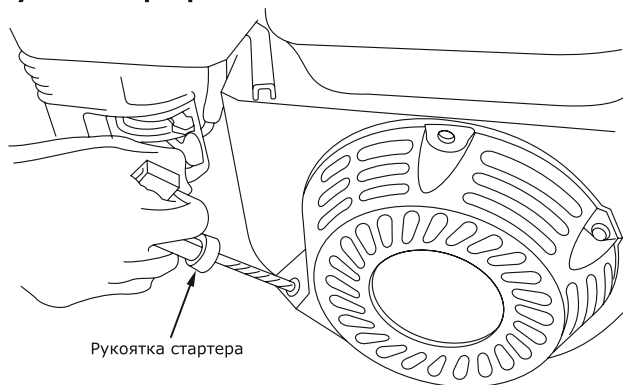

Рис. 13
- Запустите двигатель. Будьте внимательны! При вытягивании шнура стартера может создавать отдачу. Возьмитесь за ручку шнура стартера. Медленно потяните шнур до возникновения сопротивления со стороны двигателя. Не допуская возврата ручки обратно продолжайте быстро тянуть ручку на полный взмах руки. Медленно (с натягом шнура) верните ручку в начальное положение (рис. 13).